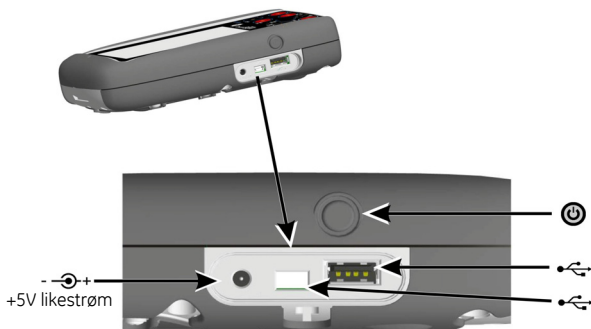

Fig 2, visning fra siden
1. Koble til likestrømforsyningen/batteriladeren i +5VDC-tilkoblingen på siden av enheten (Ref: Fig 2, visning fra siden).
2. Batteriet kan også lades ved hjelp av USB-tilkoblinger (Ref: Fig 2, visning fra siden).
Fra OFF – trykk på strømknappen (Ref: Fig 2, visning fra siden) til instrumentpanelet vises.